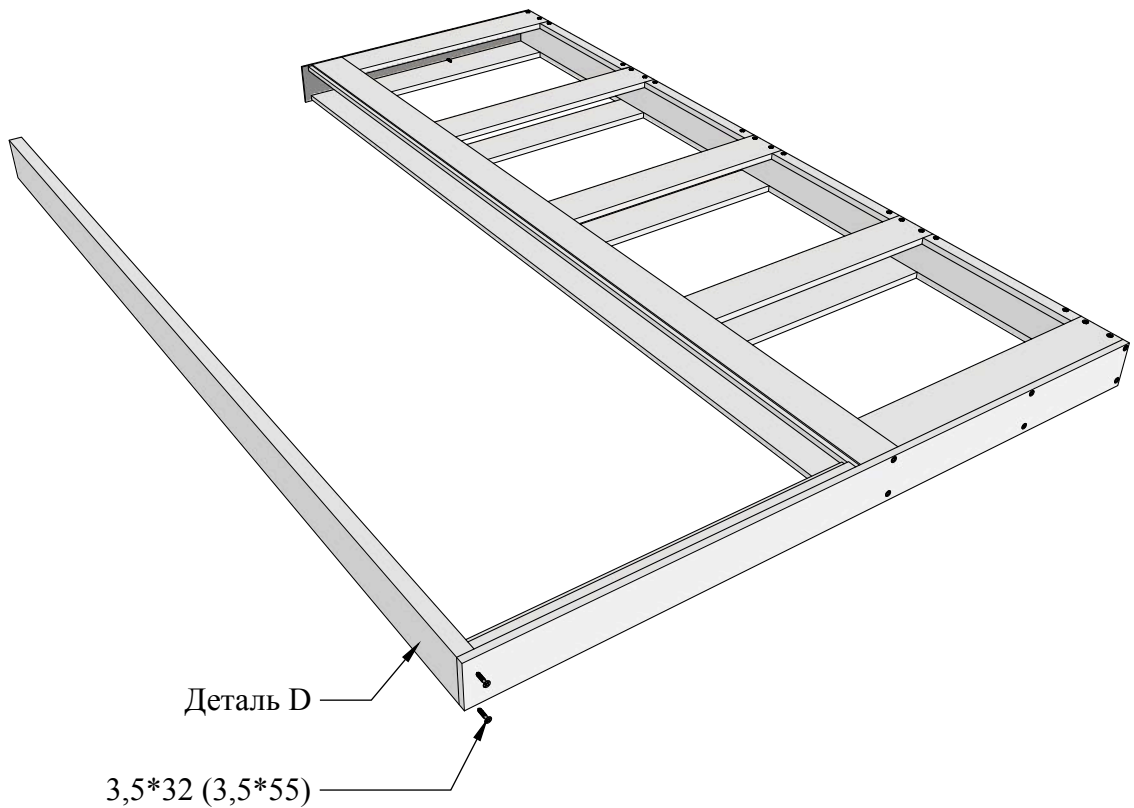

Рисунок 14
4.7 Установить ответный столб (деталь D) и закрепить саморезами 3,5*32 (Рис. 14). Если верхний элемент толщиной 30 мм, закрепить саморезами 3,5*55.